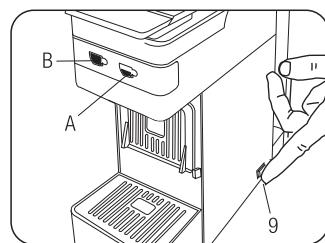

Fig.4
- Poner en marcha la máquina accionando el interruptor principal (9) (**Fig.4**)
- Los botones (A) y (B) empezarán a parpadear; al cabo aproximadamente de 1 minuto se iluminan sin intermitencia y la máquina está lista para ser utilizada (**Fig.4**)